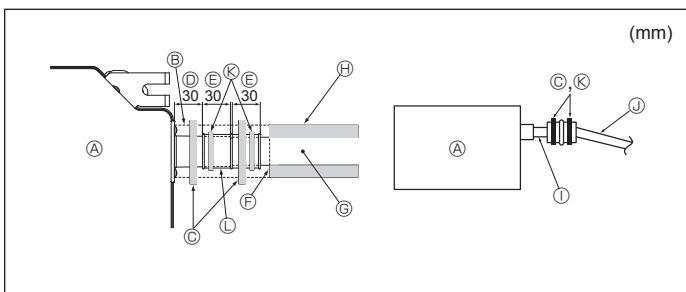

Fig. 3-5
1. Collegare il manichetto di drenaggio (fornito con l'unità) all'apertura di drenaggio. (Fig. 3-5)